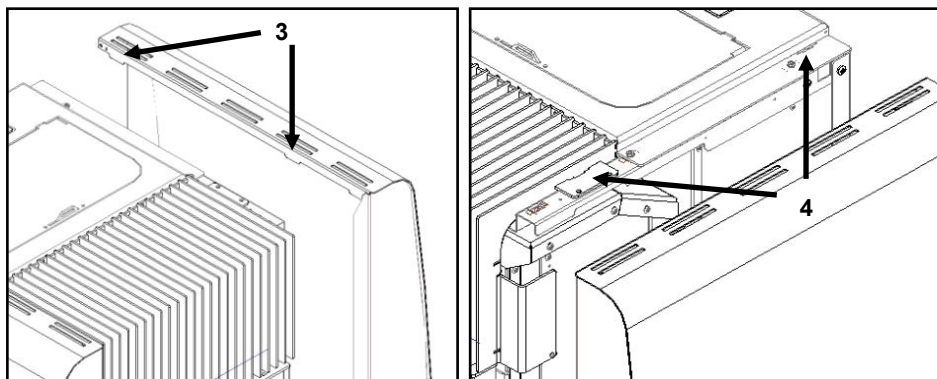

Figure 102 - Fixation des habillages
d) Montez ensuite les trous inférieurs **1** des habillages latéraux dans les guides **2** au bas de la machine d'abord, puis, dans une direction descendante, montez les roulements **3** dans les fentes **4**, comme illustré à la Figure 102.